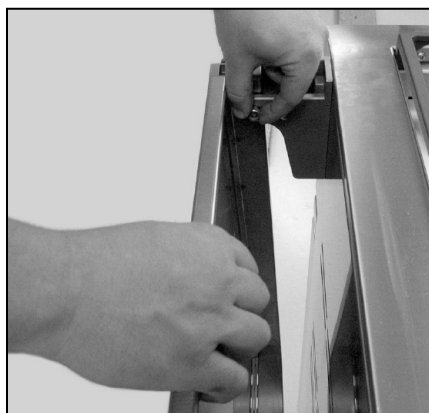
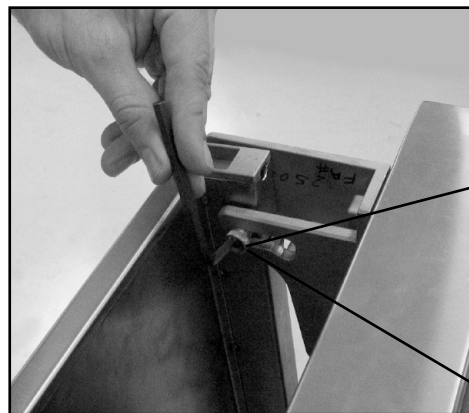

Fig. 48
Fig. 49
3. En maintenant la tablette latérale, installez 2 boulons à épaulement dans la fente et vissez dans le plateau de tablette latérale (Fig. 48). Serrez à l'aide d'une clé Allen 3/16 (Fig. 49).